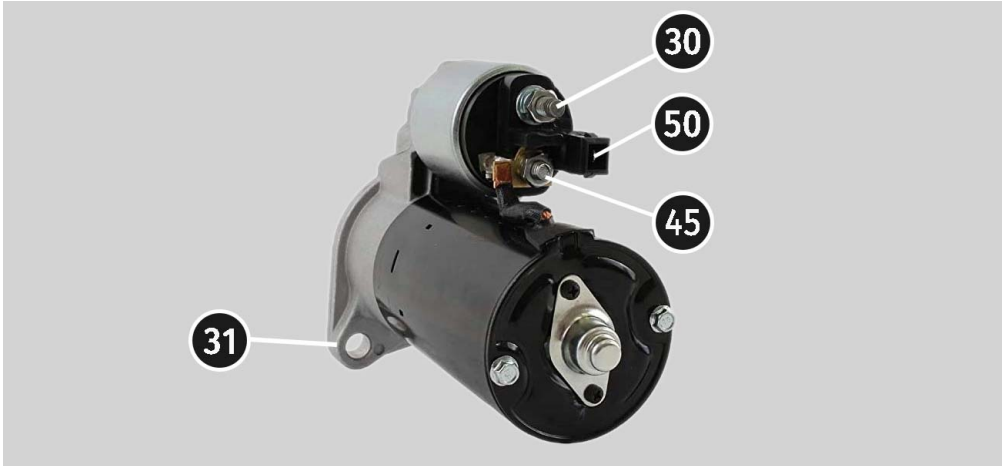

Рисунок 30. Розташування клем на стартері
3. Роз'єм стенда "50" кабелем під'єднайте до керуючого виводу соленоїда стартера клемма 50, див. рис. 30.
4. Провода універсального діагностичного кабелю K30 і K45 під'єднайте до відповідних клем стартера, див. рис. 30.